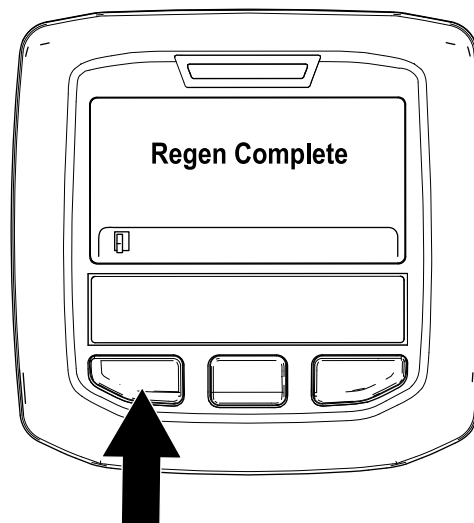

Figura 46
9. La regeneración con la máquina aparcada ha finalizado cuando se muestra el mensaje “Regen Complete” (Regeneración completada) en el InfoCenter. Pulse el botón de la izquierda para salir a la pantalla de inicio (Figura 46).